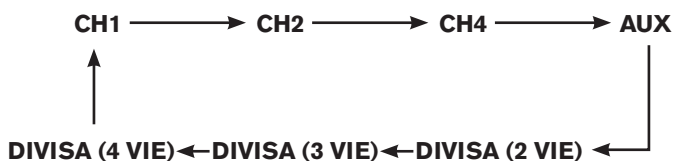

Figura 3 Sequenza di selezione della sorgente
- Tutte le modalità di ingresso della sorgente che sono disabilitate attraverso la funzione di controllo dei menu saranno saltate (vedere per esempio la figura 3 che mostra la sequenza con CAM/INPUT 3 disabilitato).